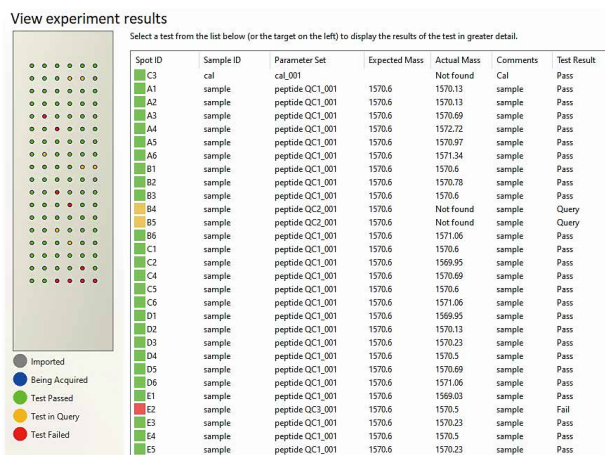

Fig. 10 FlexiFocus-96とQC Reporterを用いたQCテスト結果の例。色分けされたサンプルプレートのグラフィックとサマリーテーブルにより、テスト結果を直感的に表現します。
FlexiFocusは、品質管理 (QC) など高スループットで自動化されたワークフローに最適なソリューションです。これらはすべての島津製作所製MALDI-TOFプラットフォームと、QC Reporter™のような自動分析ソフトウェアで使用できます。Fig.10はFlexiFocus-96とQC Reporterを使用して行われた合成ペプチドのQC分析の例を示しています。